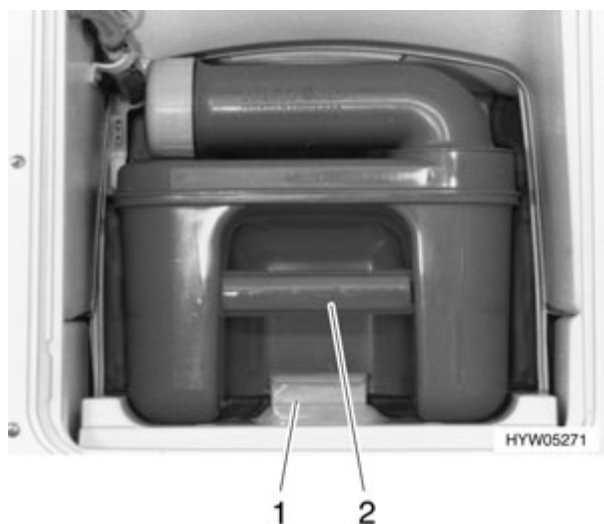

Fig. 144 Cassette Thetford, enlever
- Tirer l'étrier (Fig. 144,1) vers le haut et retirer la cassette Thetford (Fig. 144,2).